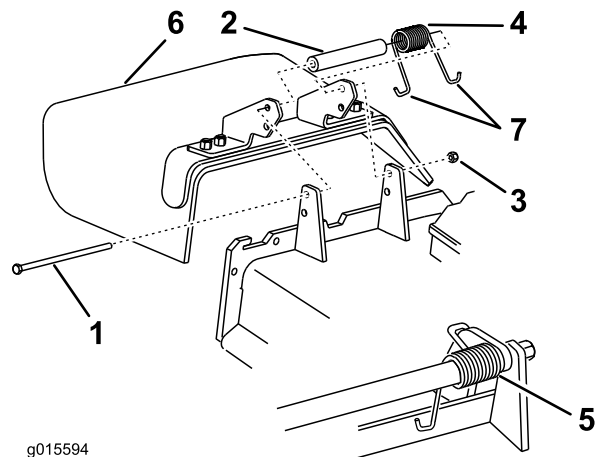

Figure 99
1. Retirez le contre-écrou, le boulon, le ressort et l'entretoise qui fixent le déflecteur aux supports de pivot (Figure 99).
Remarque: Prenez soin de placer une extrémité en J du ressort derrière le bord du tablier avant de mettre le boulon en place, comme montré à la Figure 99.
5. Accrochez une extrémité en J du ressort au déflecteur d'herbe (Figure 99).